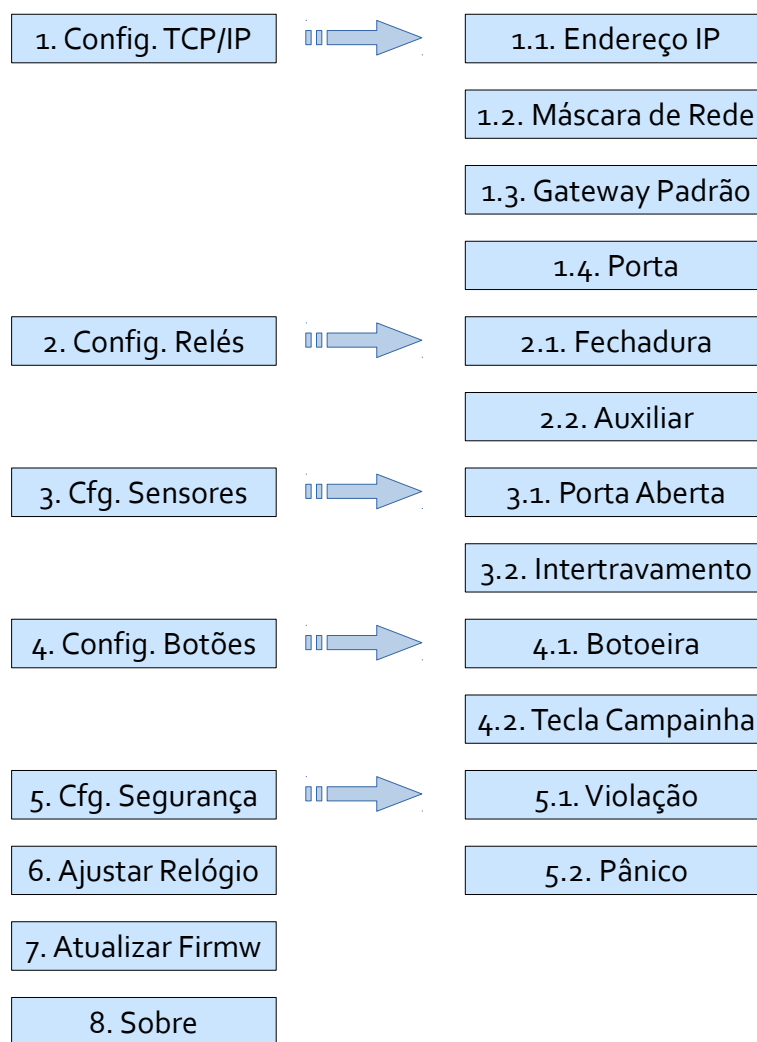

Figura 3
Através do menu do equipamento (**Figura 3**), pode-se: (1) realizar diversas configurações do funcionamento e ajustes do equipamento, (2) visualizar informações a respeito da versão do *firmware* e (3) colocar o equipamento em modo de gravação para ser possível atualizar o *firmware* do equipamento. O menu se encontra organizado da seguinte forma: